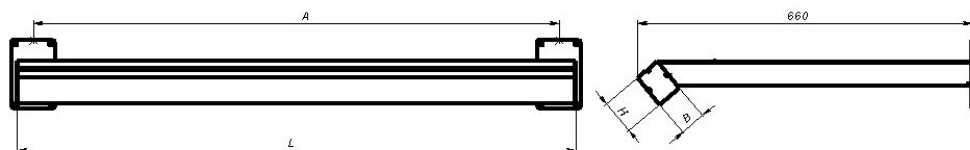

Рис. 1 –Общий вид светильника
- 4.1 Общий вид светильника приведен на рис.1.